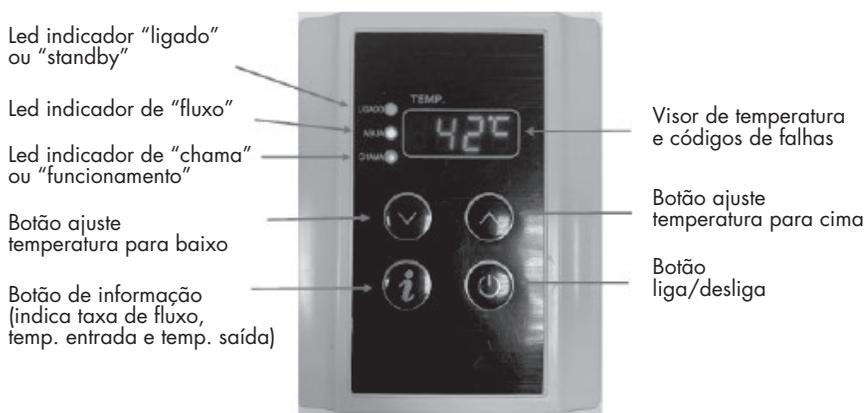

Fig. 5
- Comprove que aquecedor está ligado à rede elétrica, pressione o botão  do display Fig. 5.
Seu aquecedor conta com códigos de segurança que são indicados no display (Fig. 5) em caso de ocorrência de falhas; se este for o caso, anote o código, feche o registro de gás, pressione o botão Liga/Desliga, feche o registro de água quente, e chame o seu técnico autorizado. (Nota: Geralmente o problema deve-se a conexões defeituosas, conectores sem continuidade, módulo de controle defeituoso ou display defeituoso).
- Pressione o botão do Display (Fig.5) para cortar a energia elétrica do aquecedor.